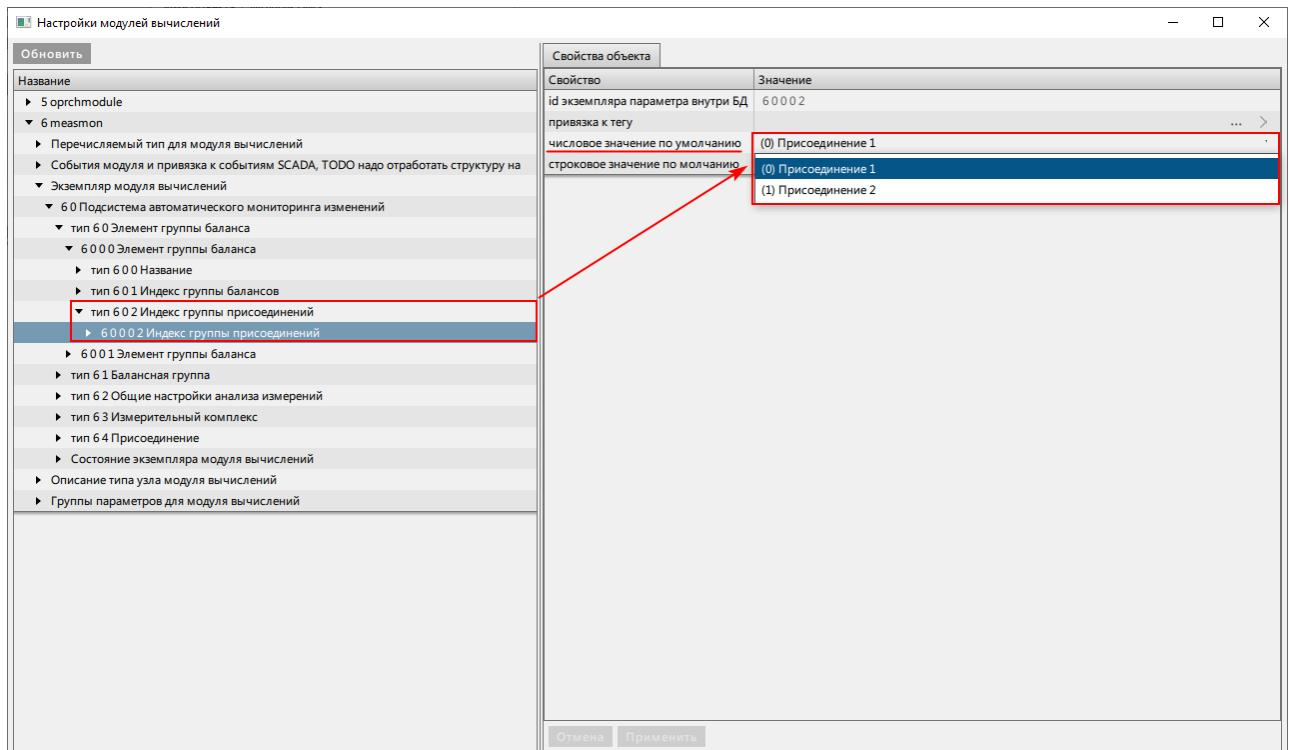

Рисунок 449 - Индекс группы присоединений
10. У каждого элемента группы балансов раскройте узел **тип 6 0 1 Индекс группы присоединений** и напротив строки **числовое значение по умолчанию** выберите значение из выпадающего списка (Рисунок 449).